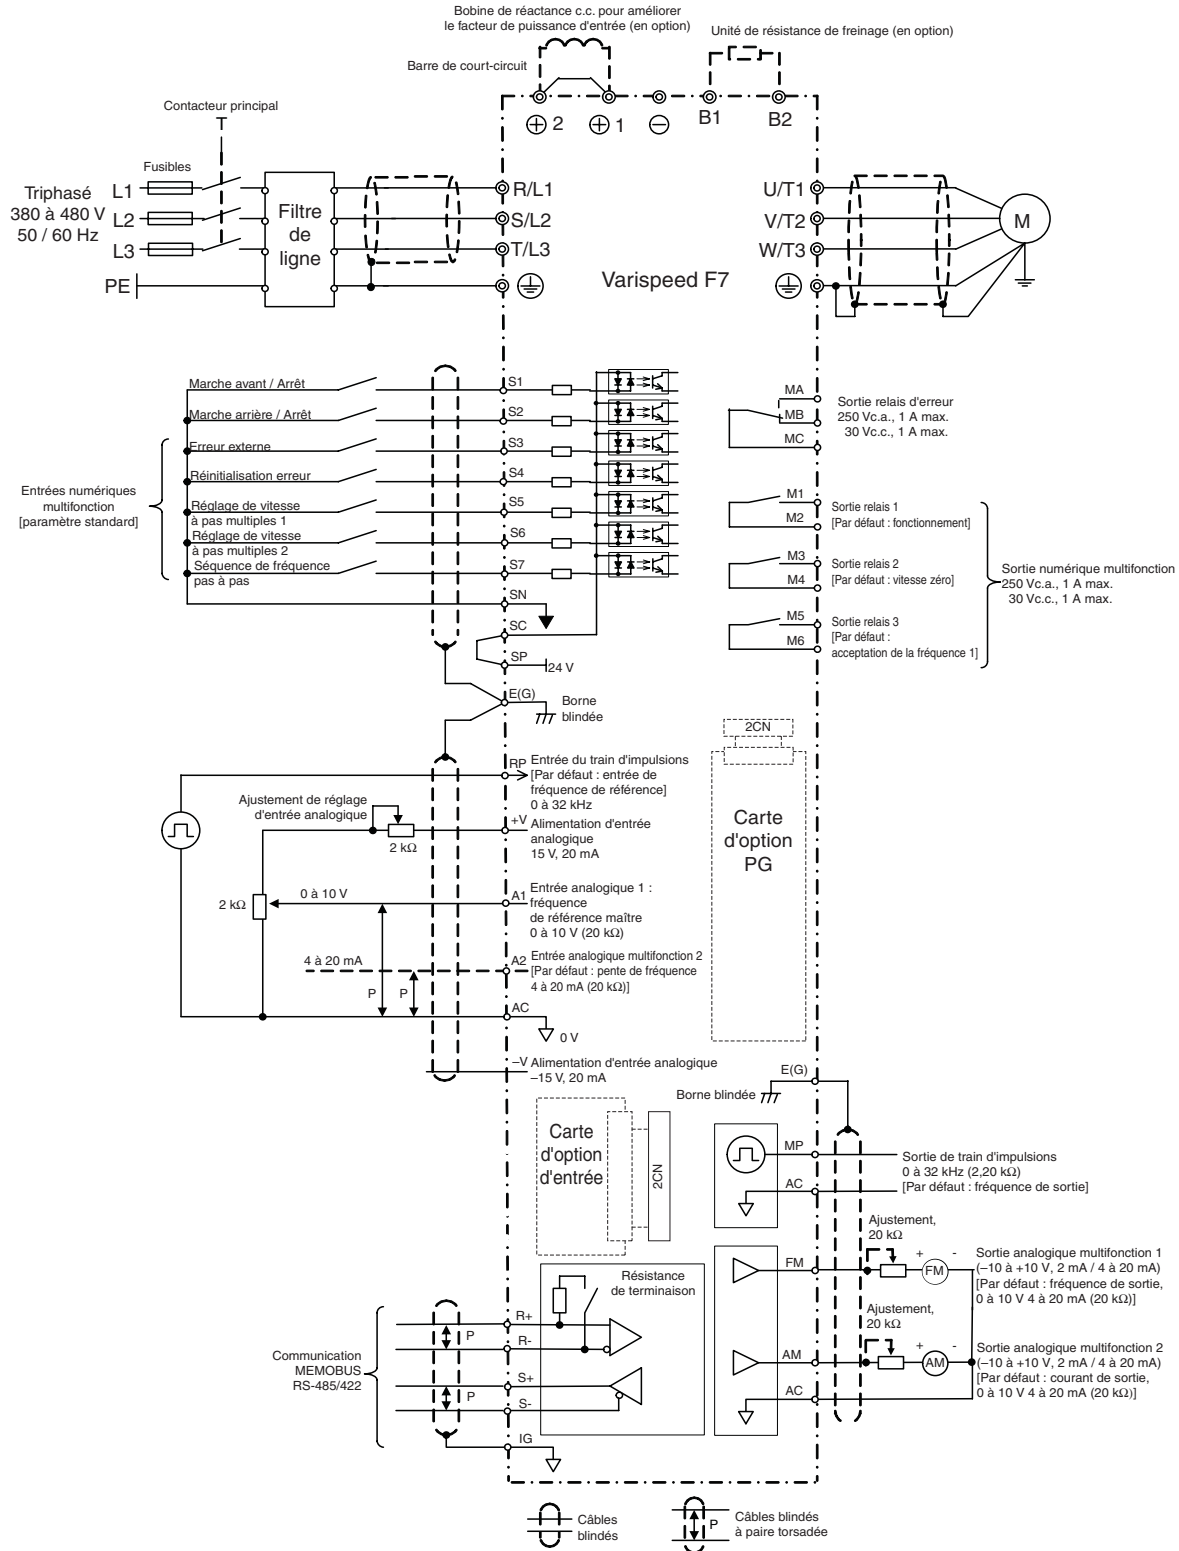

Fig. 4 Schéma de câblage
- Dans la Fig. 4, le câblage des entrées numériques S1 à S7 et BB est illustré pour le raccordement des contacts ou des transistors NPN (0 V commun et mode NPN). Il s'agit du réglage par défaut. Se reporter au Tableau 3 pour les raccordements des transistors PNP ou en cas d'utilisation d'une alimentation externe de 24 V.